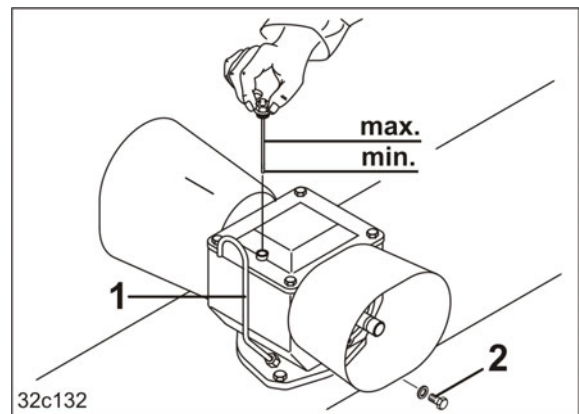

Fig. 177
El engranaje está equipado con un tubo de purga de aire (Fig. 177/1).
3. Desatornillar el tornillo de evacuación de aceite (Fig. 177/2).